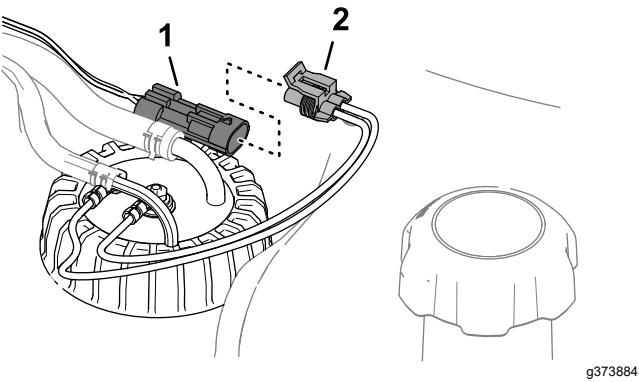

Bild 119
3. Trennen Sie den 2-poligen Steckverbinder des Kraftstoff-Füllstandssensors von dem 2-poligen Steckverbinder des Maschinenkabelbaums (Bild 119).